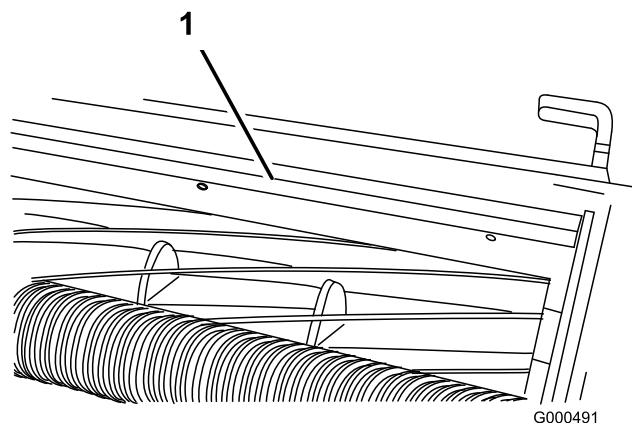

Figura 57
1. Desaperte os parafusos que fixam a barra superior (Figura 57) à unidade de corte.